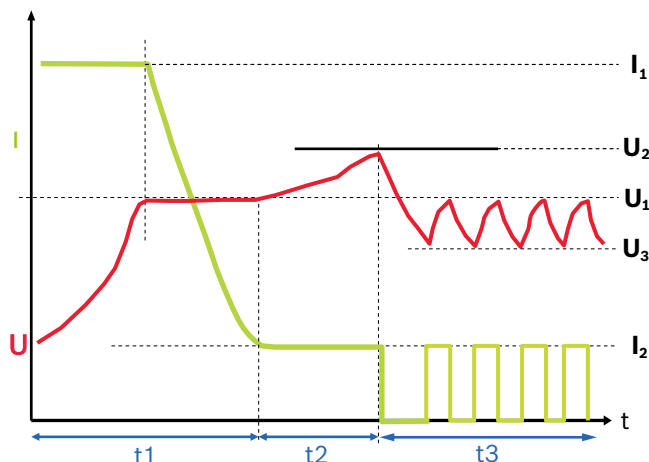

図 4: 充電特性
- 充電進行状態 (図4の充電特性を参照)
① 深放電バッテリーの場合、BAT 690は先ず緩やかに充電します。充電の強さはバッテリー容量の設定に依存します。表示にメッセージ "緩やかな充電" が現れ、緑色と黄色LEDが1秒間隔で点滅します。
① 中断された充電は再開する必要があります。